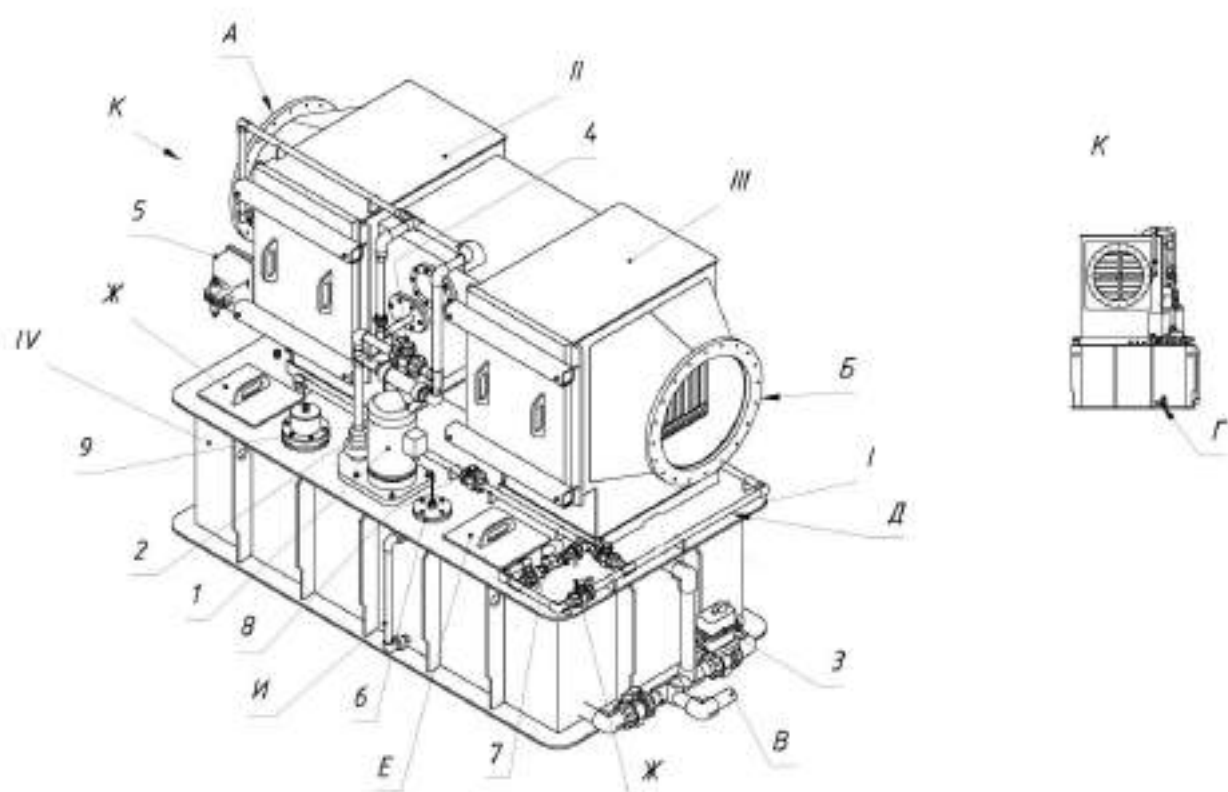

Рис. 1 ГМ4-450, состав основных блоков газопромывателя.
2.1. Газопромыватель состоит из четырёх блоков (рис.1):